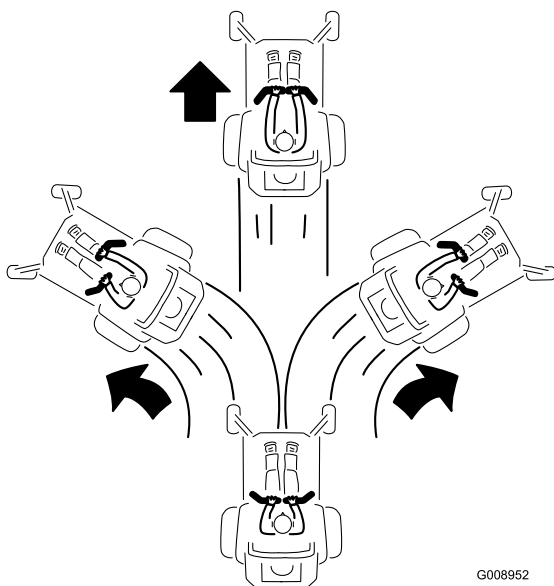

Figura 25
2. Pentru a vă deplasa în față, împingei uor manetele de control al micării în față (Figura 25).